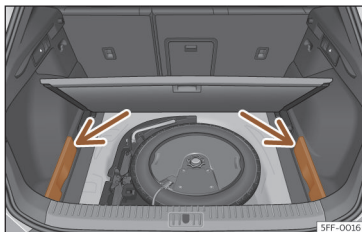

Fig. 184 Na bagageira: tampas para guardar a chapeleira.
- Retire as tampas esquerda e direita >>> **Fig. 184.**